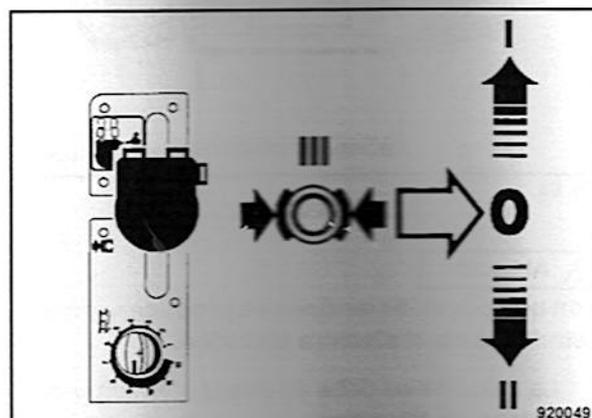

Fig. 67
- Desencajar la palanca de marcha (Fig. 67) desde la posición de encastramiento III hacia dentro.